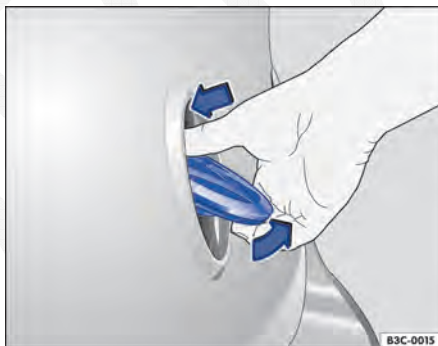

Fig. 48 Com o emblema Volkswagen na tampa do compartimento de bagagem: abrir a tampa do compartimento de bagagem por fora.
- *Passat*: pressionar na parte acima do logo Volkswagen → Fig. 48. A tampa do compartimento de bagagem se abre automaticamente.
- *Passat Variant*: pressionar o logo Volkswagen → Fig. 48, a parte inferior do lodo dobra-se para fora.